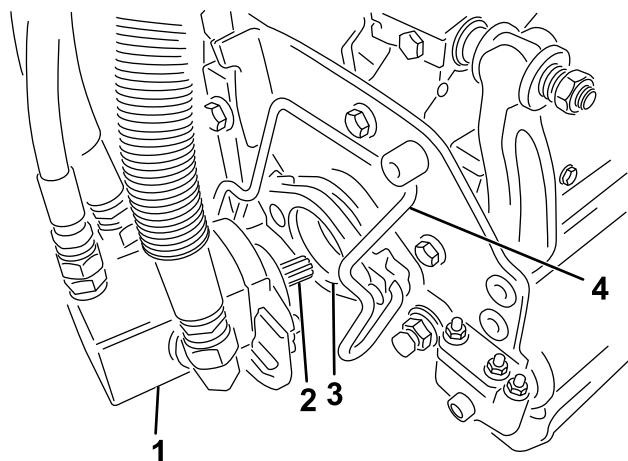

図 47
5. カッティングユニット用モータのスプラインシャフトにきれいなグリスを塗りつける 図 47。
6. モータを、カッティングユニットの左側運転席から見てに取り付け、カッティングユニットについているモータ固定バーを、モータの上から被せるようにセットし、モータの左右から「カチッ」というロック音が聞こえるまで押し下げる 図 47。